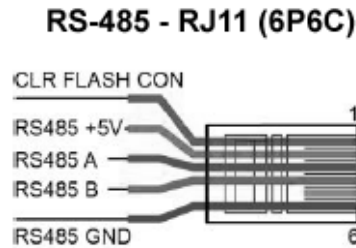

Fig. 4. Assegnazione dei pin del connettore RJ11 - RS-485 Modbus
3. Collegare le linee dell'interfaccia RS-485 al connettore RJ11 secondo la Fig. 4.